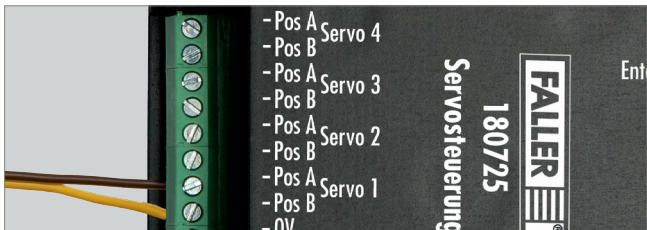

Abb. 6: Taster anschließen
- ▶ Schließen Sie einen oder mehrere Taster an die Anschlüsse »Pos A Servo 1« – »Pos A Servo 4« und »Pos B Servo 1« – »Pos B Servo 4« an der Servosteuerung an, siehe Abb. 6.